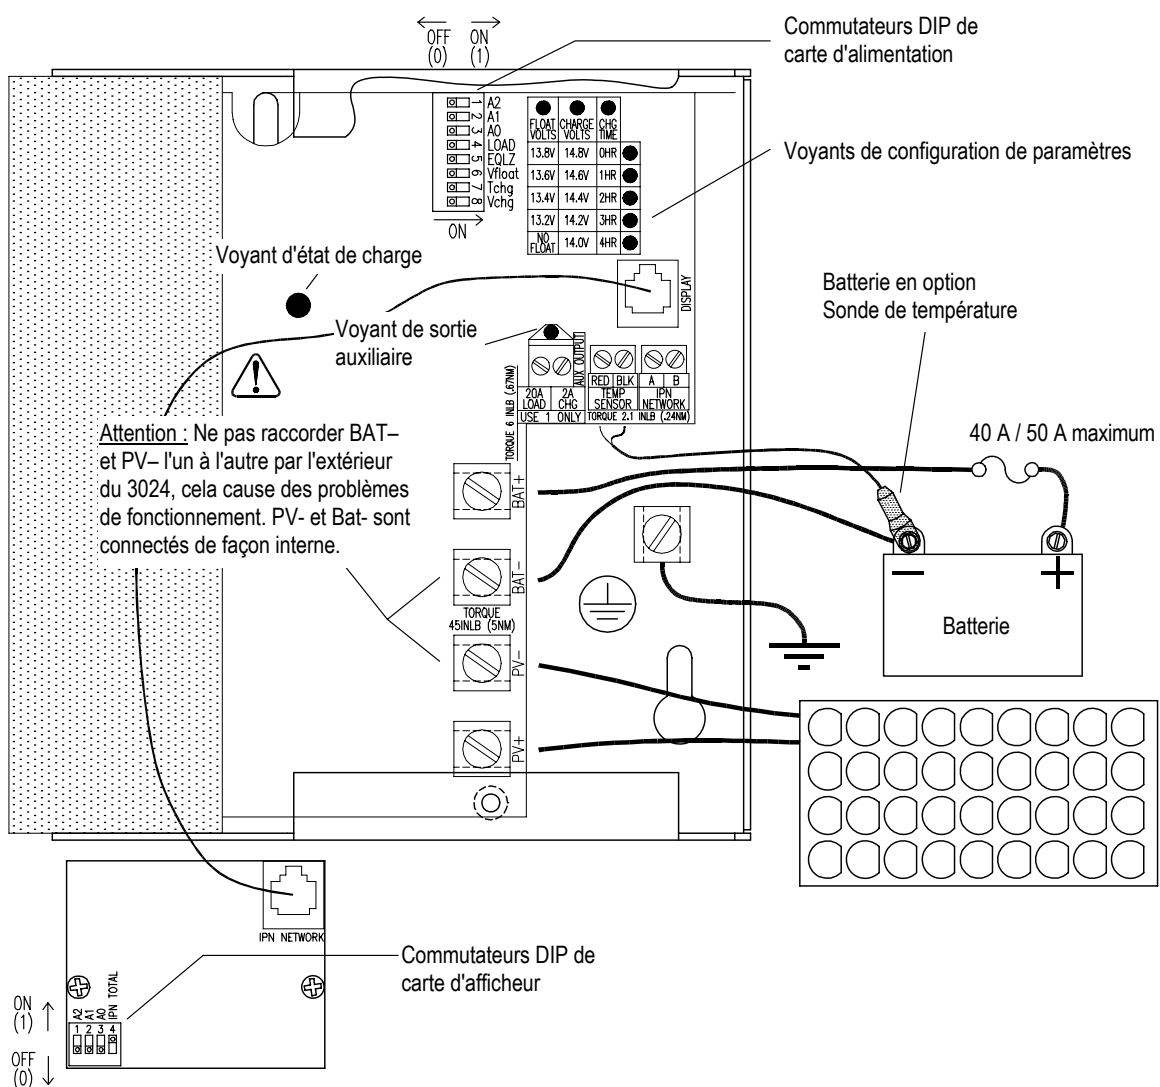

FIGURE 3
➤ **AVERTISSEMENT** : Veiller à lire, comprendre et respecter les Instructions de sécurité importantes au début de ce manuel avant de poursuivre. Cet appareil doit être installé et câblé en conformité avec le National Electrical Code, ANSI/NFPA 70 (ou autre réglementation en vigueur). Prévoir une protection externe contre les surintensités. Pour réduire le risque d'incendie, raccorder à un circuit équipé d'une protection contre les surintensités de circuit de dérivation de 40 A maximum (50 A avec une batterie de 12 V et des modules PV de 12 V) en conformité avec le National Electrical Code, ANSI/NFPA 70. Ne pas raccorder à un panneau PV capable de produire un courant de court-circuit I_{cc} de plus de 24 A dans les conditions d'essai normalisées (32 A avec une batterie de 12 V et des modules PV de 12 V). Ne pas raccorder BAT- et PV- l'un à l'autre par l'extérieur de l'appareil. L'appareil n'est pas équipé d'un dispositif détecteur/disjoncteur différentiel (GFDI) et doit être utilisé avec un dispositif GFDI externe conformément à l'article 690 du National Electrical Code pour le lieu d'installation. Pour réduire le risque de décharge électrique, couper toutes les sources de courant avant l'installation ou l'entretien. Les Figures 3, 4 et 5 présentent les raccordements généraux uniquement et ne sont pas destinées à indiquer tous les câblages, protections de circuits et exigences de sécurité pour un circuit électrique photovoltaïque.
➤ Les paramètres de configuration sont classés en deux catégories, Élémentaire et Avancé. Les paramètres élémentaires peut être configurés depuis le 3024 seul suivant des incréments et des plages limités comme indiqué à la Figure 3. L'accès aux paramètres avancés nécessite l'IPN-ProRemote. L'IPN-ProRemote permet également de configurer les paramètres élémentaires par incréments plus petits et sur des plages plus importantes. Tous les paramètres de configuration sont conservés en cas de coupure d'alimentation ou si l'IPN-ProRemote est utilisé exclusivement en tant qu'outil de réglage puis enlevé.
2. Mettre **TOUS** les 8 commutateurs DIP de la carte d'alimentation montrés à la Figure 3 en **MARCHE**.
Les valeurs de consigne de la tension de charge de capacité, la tension de charge d'entretien et la durée de charge peuvent être visualisées ou modifiées au moyen des voyants et commutateurs DIP de configuration montrés à la Figure 3. Actionner un seul commutateur à la fois. Pour visualiser le réglage en cours, placer brièvement le commutateur DIP correspondant en MARCHE (V_{CHG} n°8, V_{ENTR} n°6 ou T_{CHG} n°7). Pour une batterie de 24 V, les tensions de consigne sont doublées.
La sortie auxiliaire peut remplir trois fonctions : chargeur de batterie auxiliaire de 2 A, régulateur de puissance de 20 A avec coupure tension faible (CTF) ou régulateur de puissance d'éclairage nocturne variable de 20 A. La fonction Charge/Puissance (LOAD) se sélectionne avec le commutateur DIP n°4 représenté sur la Figure 3. L'afficheur IPN-ProRemote est nécessaire pour ajuster les seuils de CTF ou pour activer la commande d'éclairage nocturne. Les sorties auxiliaires d'un système à plusieurs régulateurs fonctionnent normalement, mais seule la sortie auxiliaire de l'unité principale peut être configurée ou contrôlée à l'aide de l'IPN-ProRemote. Le voyant de sortie auxiliaire est allumé chaque fois que la sortie auxiliaire est ACTIVÉE.